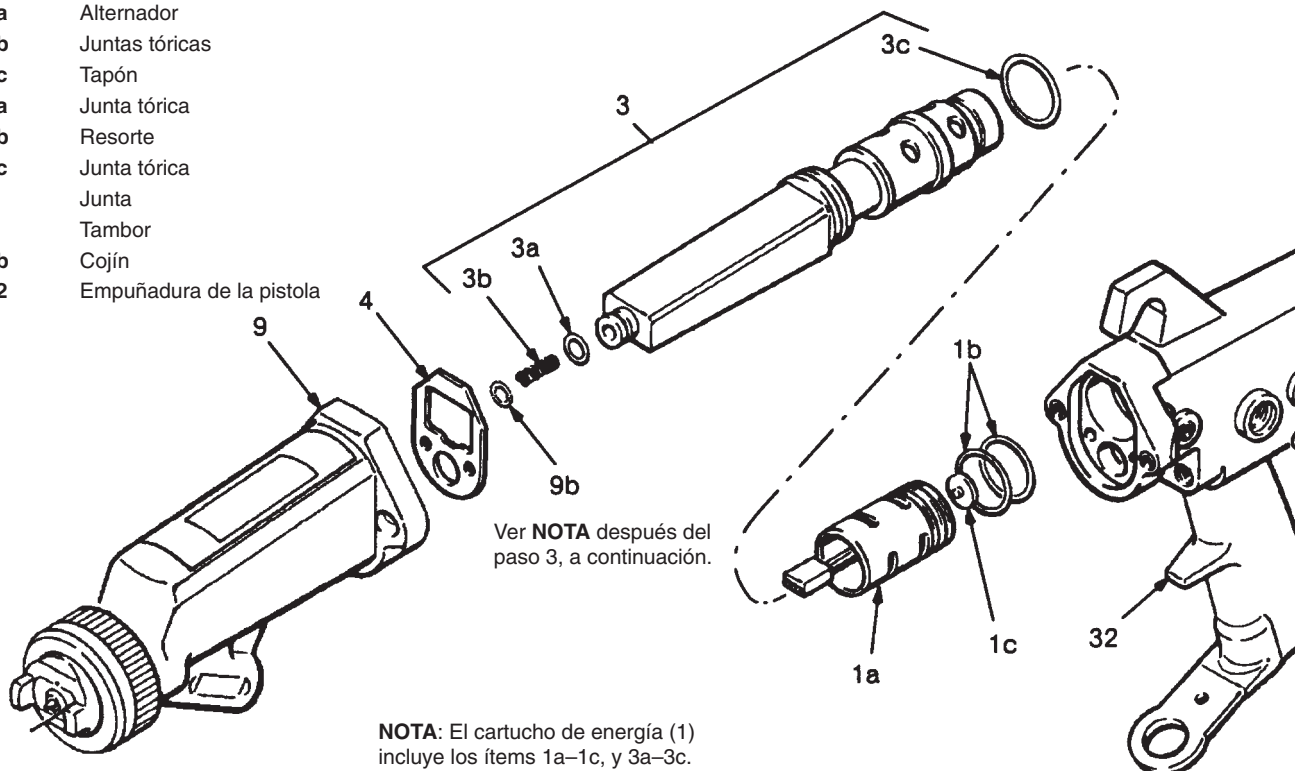

Fig. 19
2. Retirar la junta (4) de la pistola. Ver Fig. 19.